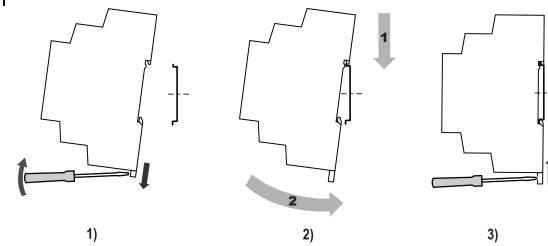

Рисунок 1 – Монтаж пристрою
2. Вставивши викрутку у вушко, відтягнути заціпку (див. *рисунок 1, 1*). Пристрій установити на DIN-рейку.
3. Пристрій притиснути до DIN-рейки (див. *рисунок 1, 2*, стрілки 1 і 2). Викруткою повернути заціпку у початкове положення.